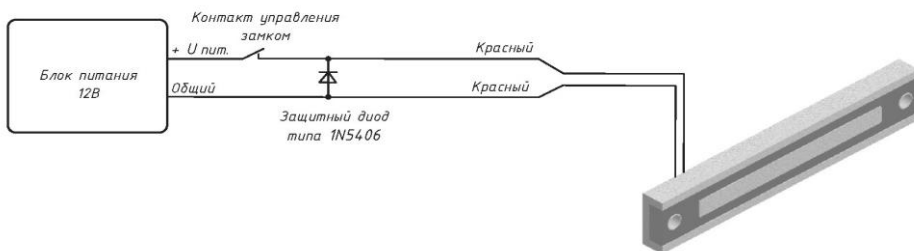

Рисунок 5 – Схема подключения замка ALM-250FT-12
5.5 Проверить работоспособность замка, подключив его согласно схеме (рисунок 5 или 6).